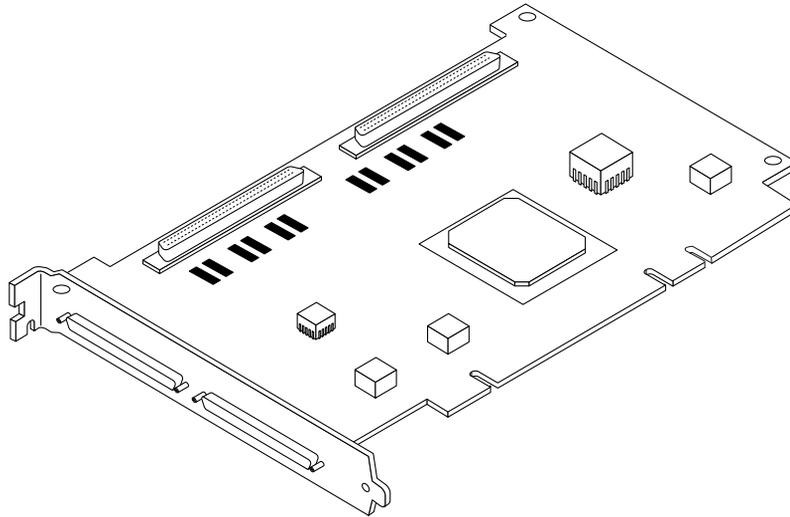

FIGURE 1-1 Adaptateur hôte Sun StorEdge PCI/PCI-X Ultra320 SCSI à double accès
- l'adaptateur hôte Sun StorEdge PCI/PCI-X Ultra320 SCSI à double accès (FIGURE 1-1) ;
1. **Connectez l'adaptateur hôte aux périphériques de stockages au moyen des câbles requis. La FIGURE 1-1 contient les informations relatives à la connexion de l'interface SCSI.**
Dans cet exemple, le premier port SCSI (`scsi@2`) est connecté à une unité de disque (Target 0). Le second port SCSI (`scsi@2,1`) est lui aussi connecté à une unité de disque (Target 0). Dans l'illustration de l'adaptateur hôte à la FIGURE 1-1, le premier port SCSI est libellé Canal A, le second Canal B.